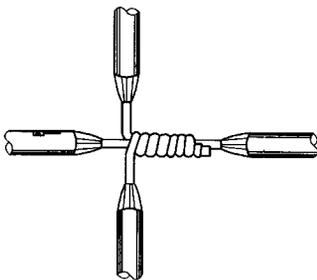

图 1-23 单股导线的十字接头
(3) 单股导线的十字接头连接。将分支中的一支线芯与导线并紧，另一分支线芯往导线段的线芯上缠绕 5~6 圈，如图 1-23 所示。